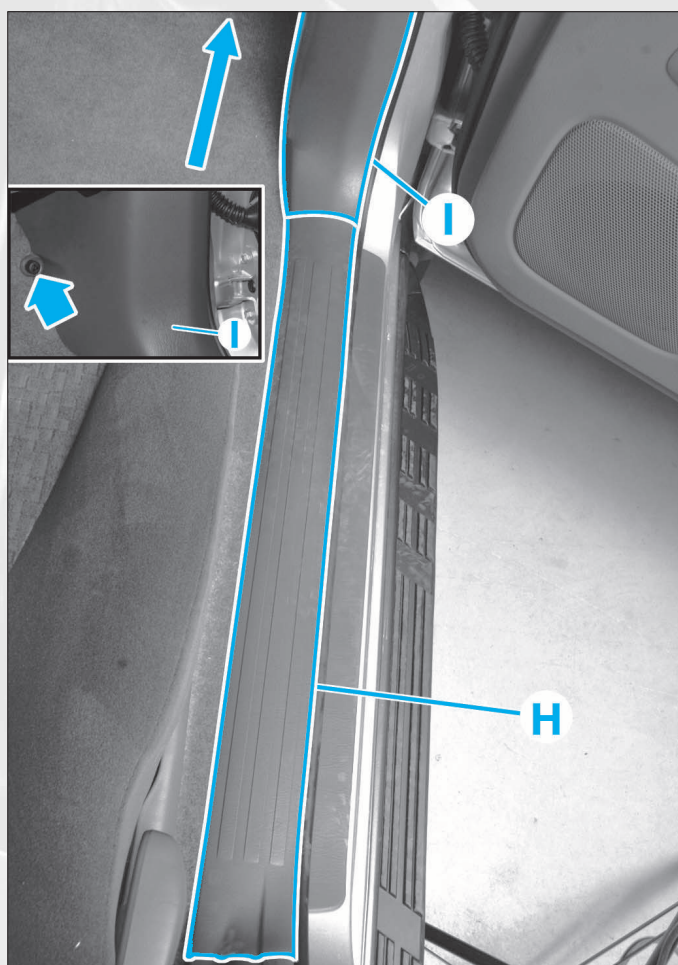

FIG.33
- Déposer les seuils de porte (H) (Fig.33) de chaque côté en dépliant les 6 agrafes.
- Déposer les panneaux d'habillage latéraux (I), maintenus par 2 agrafes.